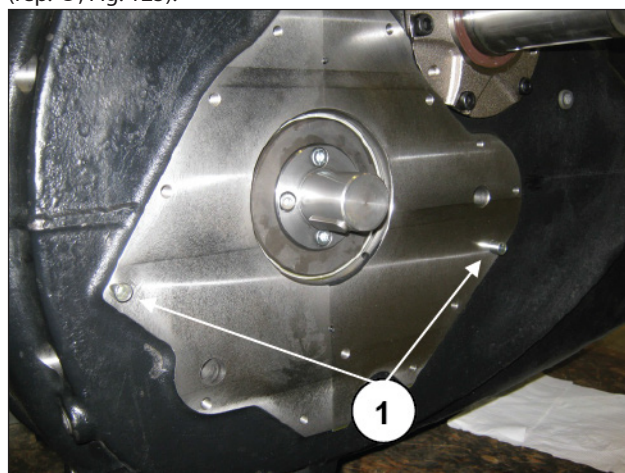

Fig. 125
Installer les 2 douilles de centrage du corps de pompe à huile (rep. ①, Fig. 125).